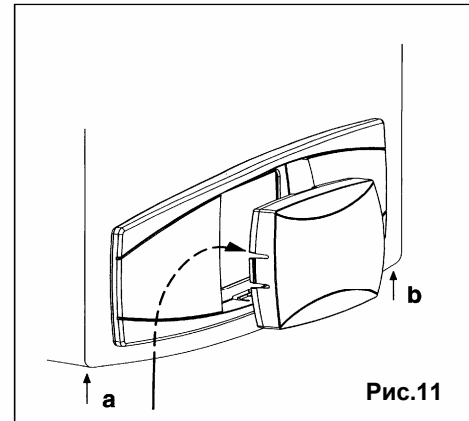

Рис.11
1. Отвинтить два винта (а - б рис.11), которые фиксируют корпус котла;
2. Слегка приподнять корпус и рукой выдавить наружу крышку передней панели (рис.11);
4. Закрыть корпус котла, прикрепить его винтами к котлу (рис.11).
1. отвинтить два винта (а - б рис.11), которые фиксируют корпус котла;